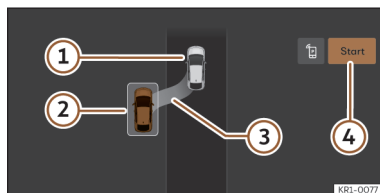
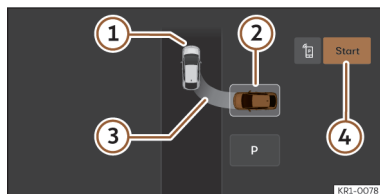

Abb. 141 Am Bildschirm des Infotainment-Systems: Position zum Längseinparken.
Abb. 142 Im Bildschirm des Infotainment-Systems: Position zum Quereinparken.
>>> (Abb. 141), >>> (Abb. 142)
- ① Eigenes Fahrzeug
- ② Erkannte Parklücke
- ③ Anzeige des vorgeschlagenen Einparkzugs
- ④ Einparkmanöver einleiten
• Prüfen Sie anhand der Anzeige im Bildschirm des Infotainment-Systems, ob die Parklücke als „geeignet“ erkannt wurde und ob die korrekte Position zum Einparken erreicht wurde >>> (Abb. 141), >>> (Abb. 142). Halten Sie das Fahrzeug an und befolgen Sie die Anweisungen im Infotainment.
• Fahrzeug anhalten, bremsen und nach einer kurzen Wartezeit Funktionsfläche **Start** ④ im Infotainment-System antippen.